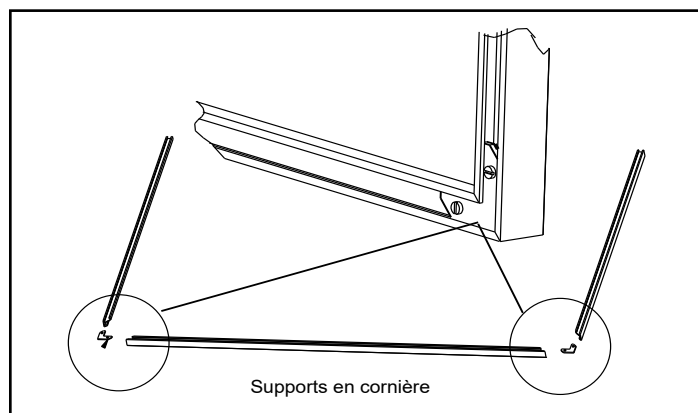

Figure 20.2
2. Assemblez la garniture comme indiqué à la **Figure 20.2**.